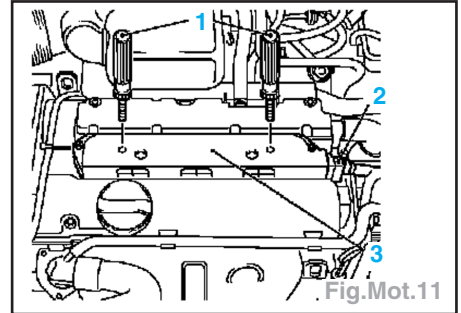

Fig.Mot.11
- Déconnecter la fiche (2) du module d'allumage (3) et déposer le module d'allumage à l'aide de l'outil KM-6009 (1)(Fig.Mot.11).